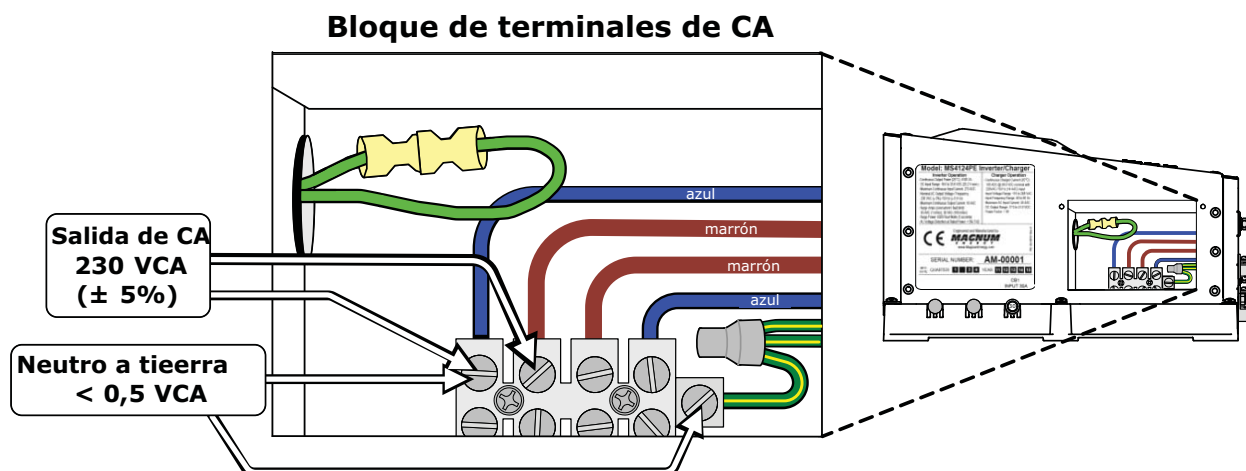

Ilustración 2-19, Comprobación de tensión de CA
5. Compruebe la tensión de salida de CA del inversor mediante la conexión de un voltímetro de CA a los terminales de salida (consulte la Ilustración 2-19).